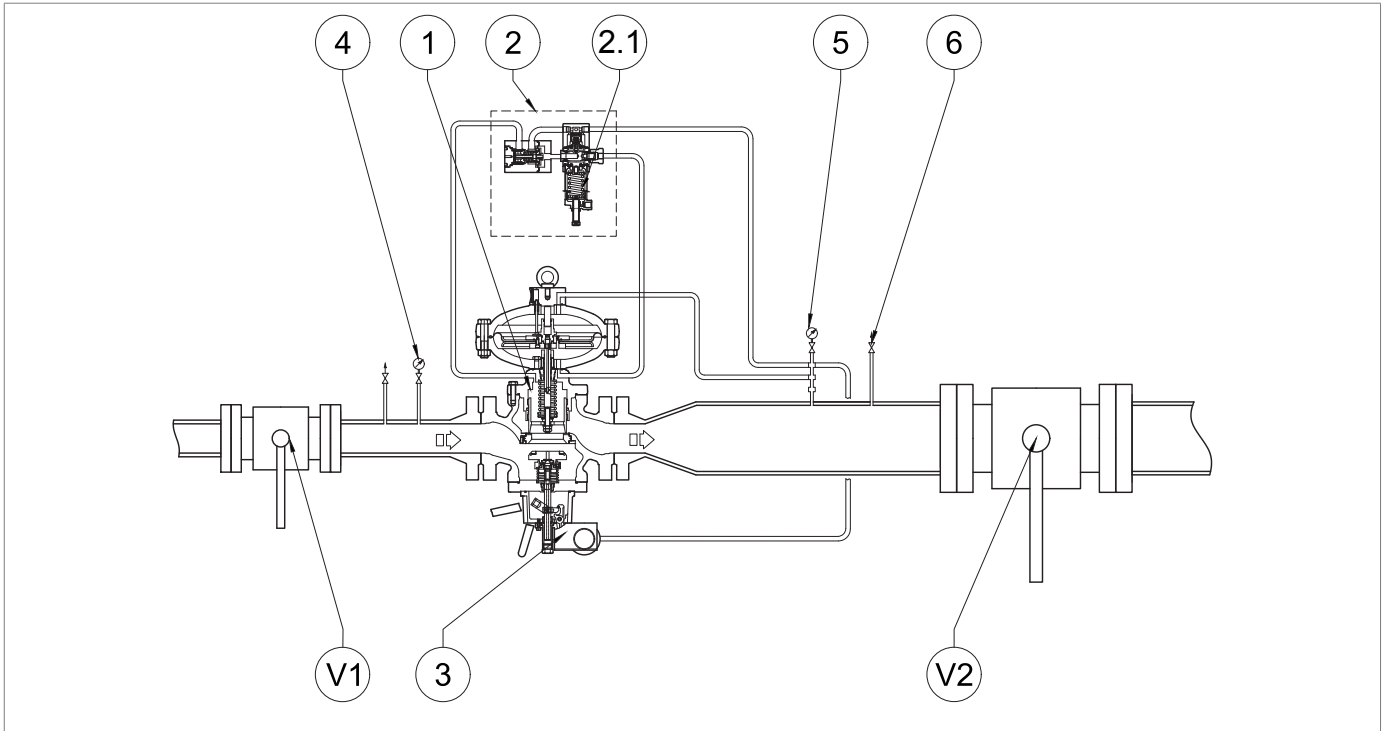
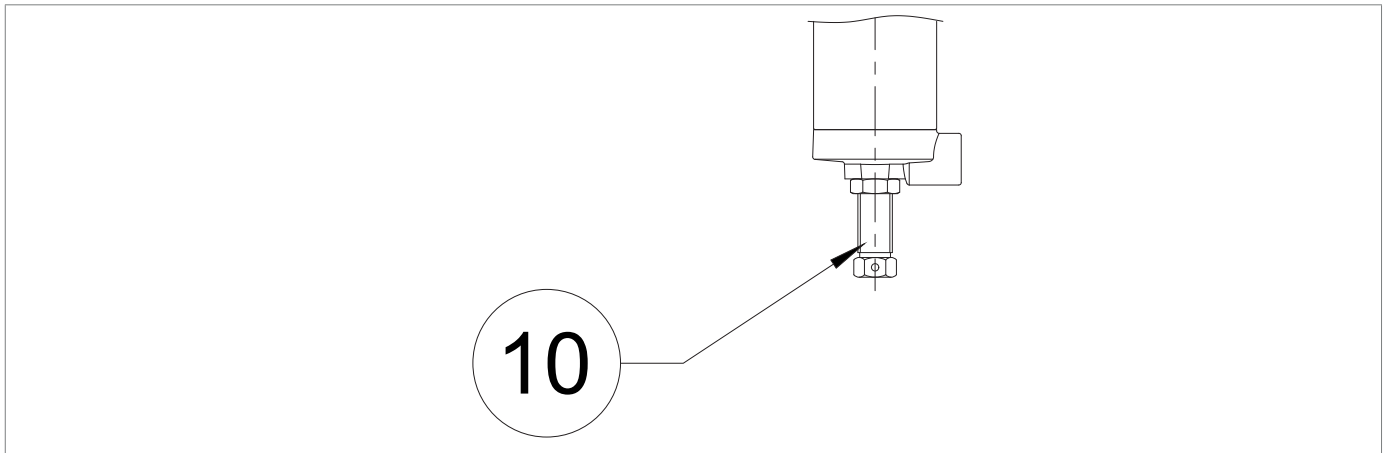

Abb. 8.32. Dichtigkeit bei Schließen des Sicherheitsabsperrentils SB/82
Abb. 8.37. Piloten Serie 200/A
9	a- FÜR DIE ERSTE INBETRIEBNAHME DER REGELLEITUNG Wenn der Ausgangsdruck (Pd) nicht dem erforderlichen Kalibrierungswert entspricht, gehen Sie bitte wie folgt vor: <ul style="list-style-type: none"> • Der Ausgangsdruck (Pd) ist niedriger als der gewünschte Einstellwert: Die Einstellfeder (Abb. 8.32, Ref. 2.1) durch Drehen der Einstellschraube (Abb. 8.37, Ref. 10) im Uhrzeigersinn vorspannen. • Wenn der Ausgangsdruck (Pd) höher ist als der gewünschte Einstellwert: die Einstellfeder des Piloten (Abb. 8.32, rif. 2.1) durch Drehen der Einstellschraube (Abb. 8.37, Ref. 10) gegen den Uhrzeigersinn lösen b- NACH WARTUNG DER REGELLEITUNG <ul style="list-style-type: none"> • die Einstellfeder des Piloten (Abb. 8.32, Ref. 2.1) durch Drehen der Einstellschraube (Abb. 8.37, Ref. 10) im Uhrzeigersinn spannen, um den Reglerdruckwert (1) durch Drehen des Einstellrings (3) im Uhrzeigersinn zu erhöhen